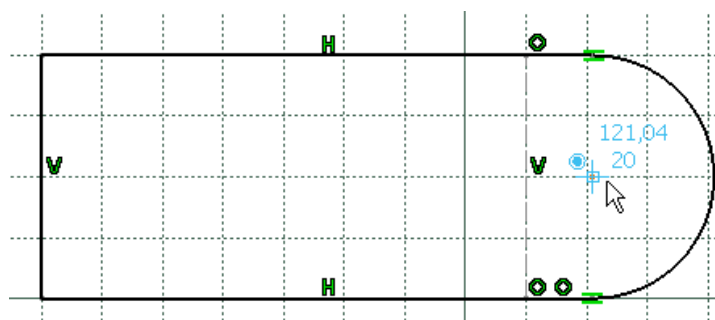

Рис. 22
- 3) Вибрати центр заокруглення для визначення центру кола (Рис. 22).